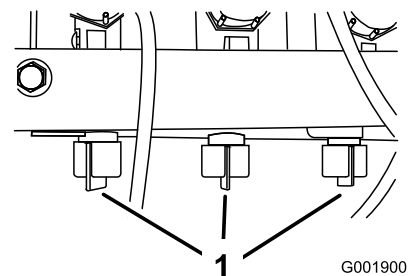

Figura 42
12. Ajuste a válvula de distribuição da rampa (Figura 42) na válvula de controlo da rampa que desligou até a leitura da pressão no manómetro ser idêntica à registada no passo 9.